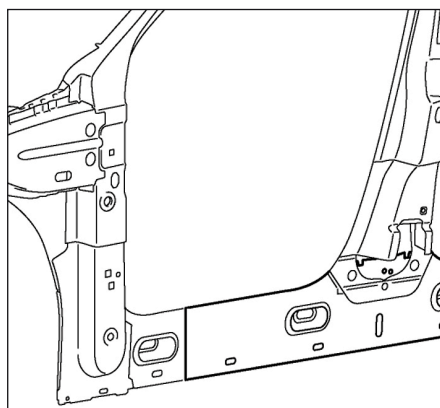

FIG.40
- partiel partie arrière (Fig.40),